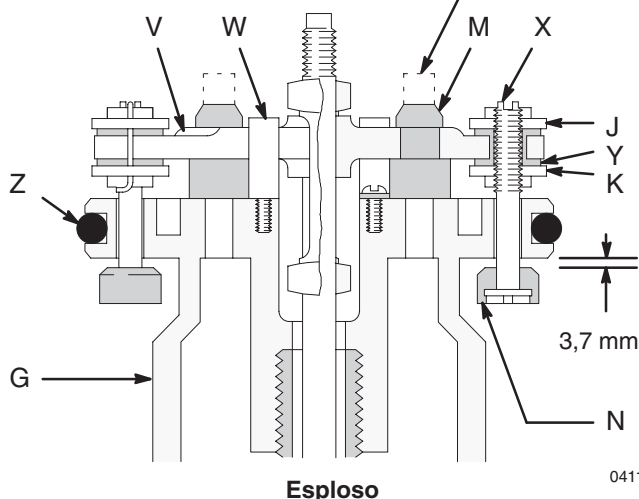

Fig. 3
11. Utilizzare un cacciavite per spingere in basso il gioco dell'asta di disinnesto (O) e far scattare la ginocchiera verso il basso. Vedere Fig. 3.
Per ridurre il rischio che le dita vengano catturate o amputate, tenerle lontane dai gruppi ginocchiera quando questi vengono fatte scattare (U in Fig. 3) in alto o in basso.
12. *In questo passo, mentre si forza con il cacciavite con una mano, coprire il gruppo delle ginocchiere con l'altra mano in modo da catturare i gruppi delle ginocchiere caricate a molla quando queste escono fuori dai fermi. Posizionare la punta di un cacciavite nel pistone tra i fermi del pistone (P) al di sotto degli spinotti del perno (Q) sulle ginocchiere, forzare con l'impugnatura del cacciavite per comprimere le molle sul gruppo delle ginocchiere (U) verso l'alto e lontano dai fermi del pistone e rimuovere le parti. Vedere Fig. 3.*